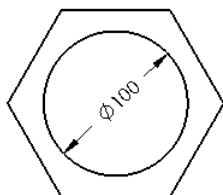

图 6.3.39 折断引线, 文字对齐
- ☒ “折断引线, 文字对齐”按钮 : 单击该按钮, 尺寸文本打断引线且与引线对齐, 如图 6.3.39 所示。